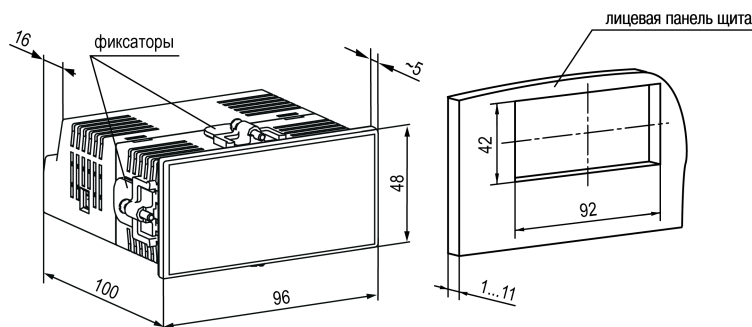

Рисунок 4.5 – Габаритные размеры корпуса Щ2 и монтажного отверстия в щите
1. Подготовить на щите управления монтажный вырез для установки прибора (см. рисунок 4.5).
Размеры монтажного выреза в щите, указанные на рисунок 4.5, подобраны для обеспечения IP54 с лицевой стороны щита. При подготовке выреза рекомендуется учитывать особенности используемого инструмента.